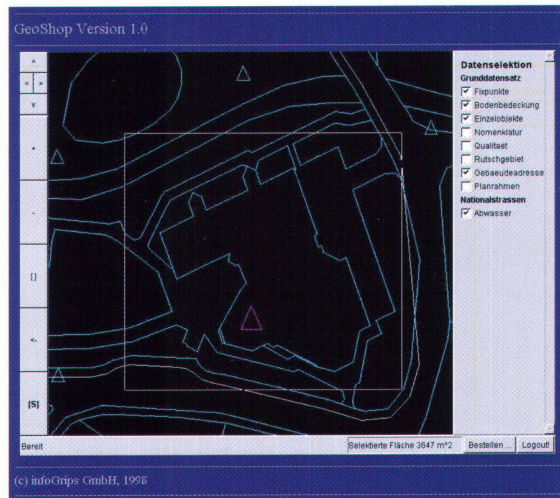

Abb. 3: GeoShop-Client.
- Graphische Bestelloberfläche mit der die Daten vom Server bestellt werden können (Abb. 3).